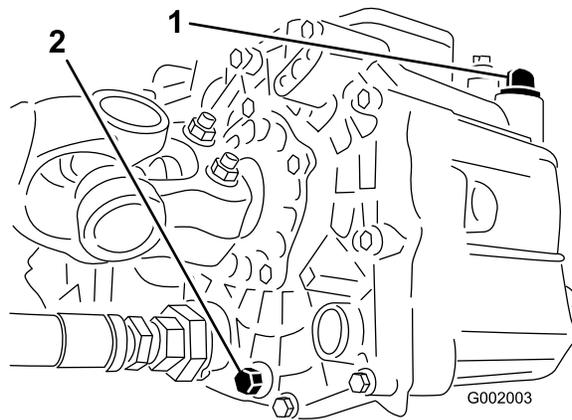

Рисунок 53
3. Снимите маслосливную пробку с боковой стороны резервуара и дайте гидравлической жидкости стечь в сливной поддон (Рисунок 53).